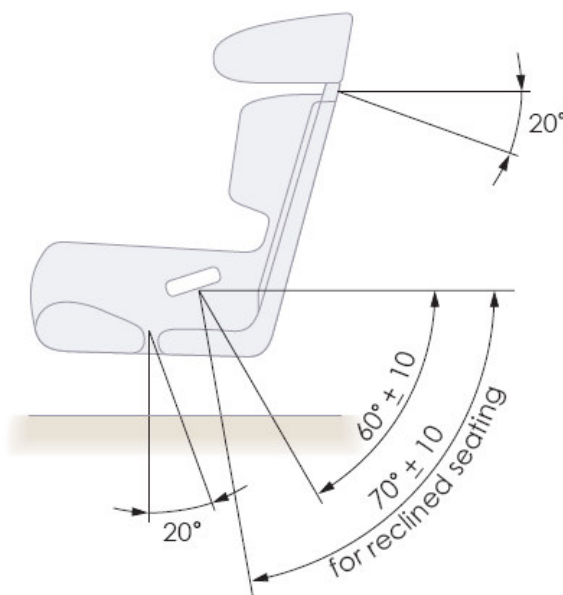

Figura 4. Vista laterale per mostrare gli angoli cintura consigliati
2.4 La sezione posteriore della bretella dovrebbe formare un angolo verso il basso dal punto più in alto di contatto con l'HANS® al punto di ancoraggio sull'automobile, preferibilmente di 20°, sotto l'orizzontale, angoli tra 0 ° e 20 ° possono essere accettabili come mostrato nella figura 4.